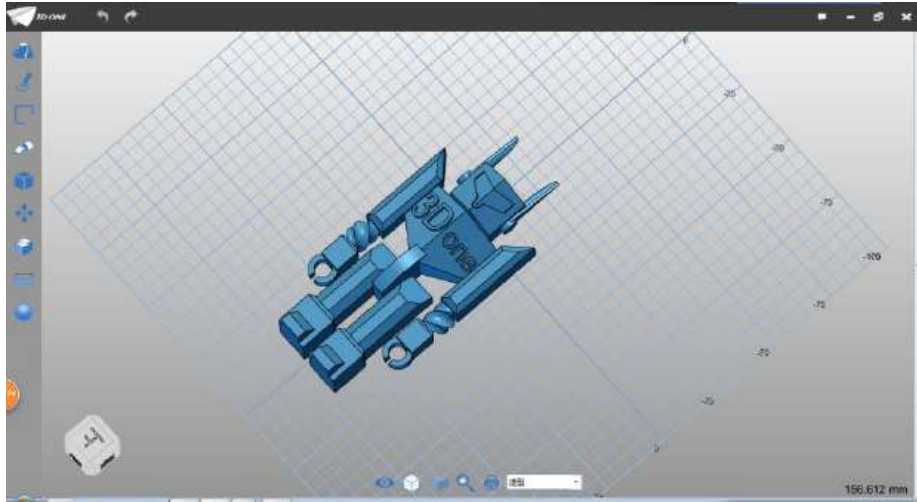

图 4-20
Step 21 鼠标点击头部的平面，在弹出的辅助菜单中选择隐藏，隐藏头部平面，如下图 4-20 所示：